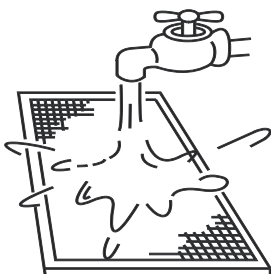

Рисунок 13.4
- b. Во время чистки водой приточная сторона фильтра должна быть направлена вниз. (См. рис. 13.4).